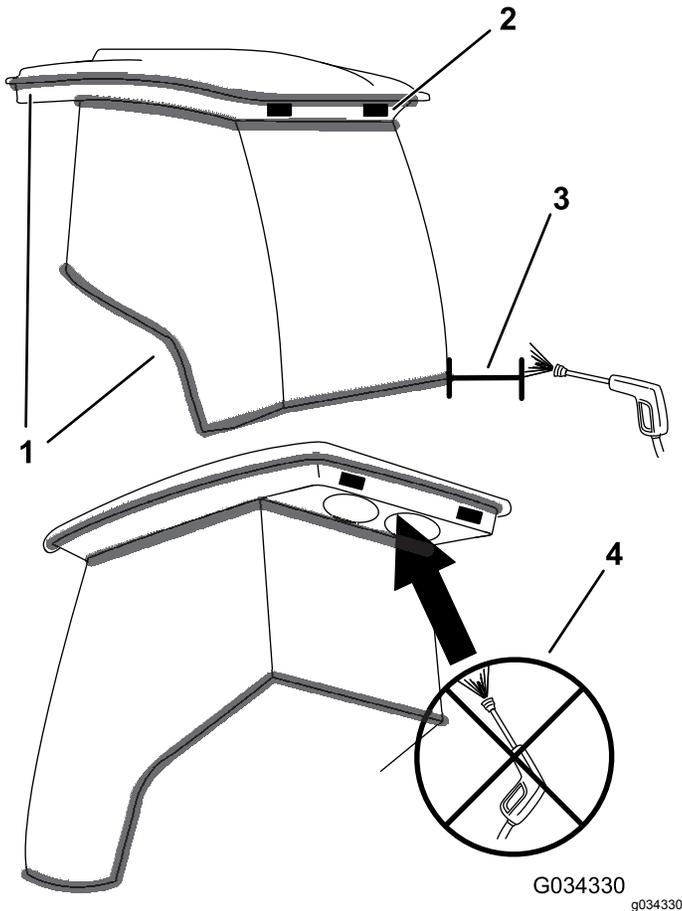

Figure 58
**Important:** Faites attention près des joints de la cabine et des éclairages (Figure 58). Si vous utilisez un nettoyeur haute pression, n'approchez pas le jet à moins de 60 cm de la machine. N'utilisez pas le jet haute pression directement sur les joints et les éclairages de la cabine ni sur l'avancée arrière.